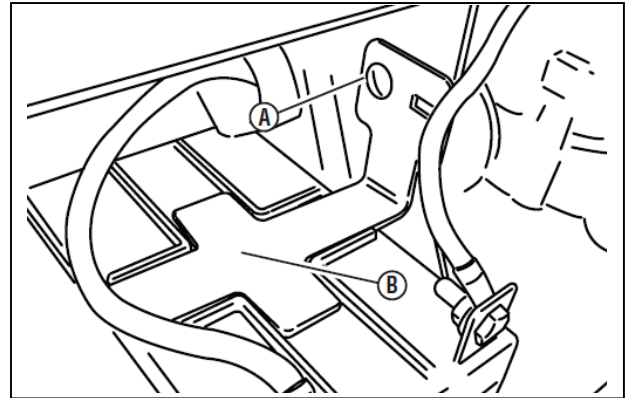

図 1-18
- D. バッテリー固定ブラケット(図1-18のB)を取り付けます。